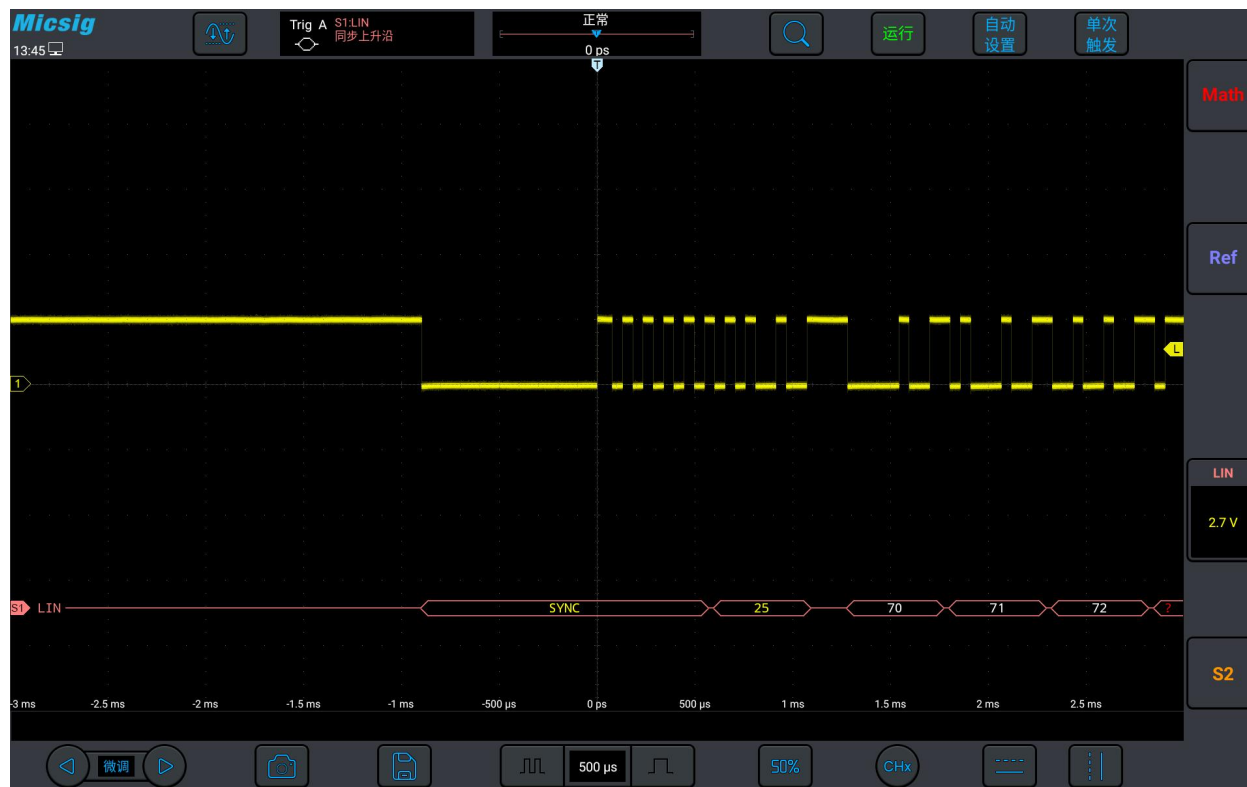

图 12-12 LIN 总线解码结果
- (1) 轻点 S1 打开解码通道，再次点击打开总线配置菜单；
(2) 选择总线类型为“LIN”，依次点选“Ch1”“空闲高”“19.2kb/s”，然后关闭菜单；
(3) 打开触发方式配置菜单，点选“同步上升沿”；
(4) 点按  配置信息，打开解码通道阈值电平调节框，上下拖动调节框可以调节阈值电平；根据信号的幅值电平调节阈值电平使信号稳定触发。LIN 触发图形界面见图 12-12：